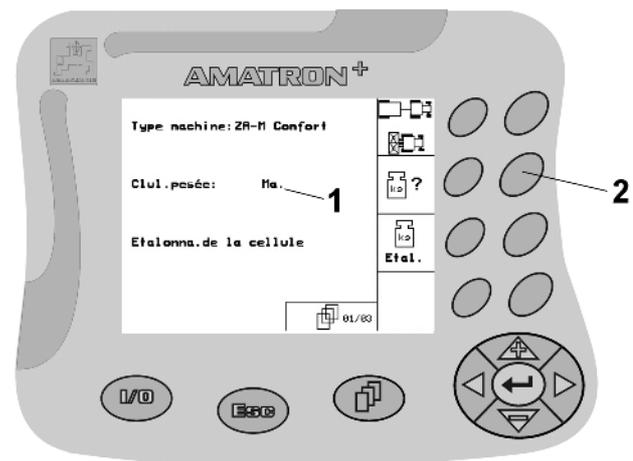

Fig. 15
- Appuyez une fois sur la touche (Fig. 15/2) fonction → **Marche** (Fig. 15/1).